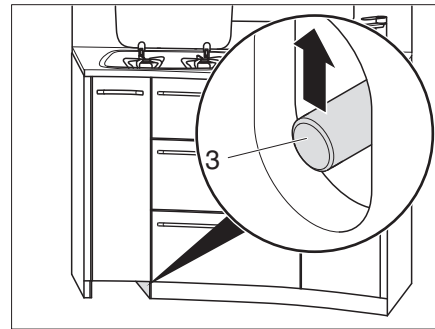

Bild 128 Küchenschubladen entriegeln
- Schubstange (Bild 128,3) nach oben schieben.